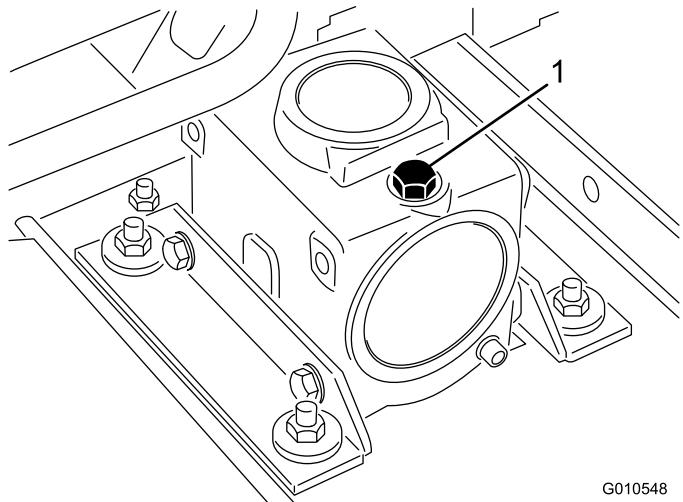

図 19
- マシンとカッティングユニットを平らな場所に駐車させ、カッティングユニットを降下させる。ギア・ボックスの上部についているディップスティック兼給油プラグ(図 19)を取り、オイルの量が、ディップスティックについている2本のマークの間にあることを確認する。油量が少なければ、SAE 80-90 wt. ギア用潤滑油を2本のマークの中間まで補給する。